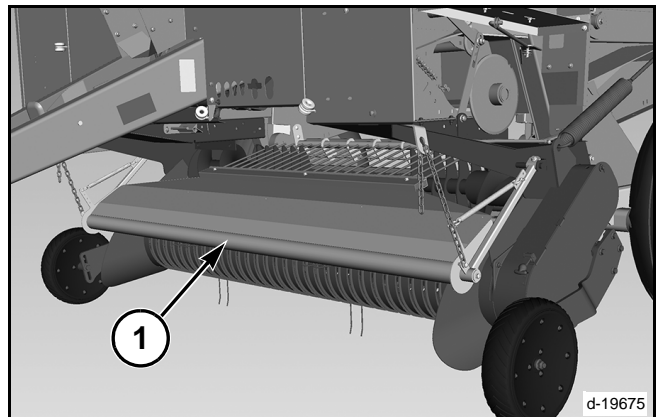

FIG. 14
FIG. 14: Existe un protector antiviento sólido (1) disponible. Este protector antiviento puede mejorar la alimentación cuando se enfarda un residuo de la cosecha, como tallos de maíz o una cosecha liviana que se sube hasta la parte superior del protector antiviento estándar.